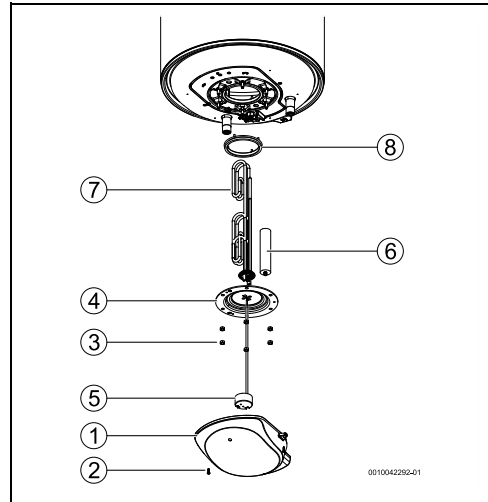

Fig. 11
- ▶ Posicionar o termóstato na posição máxima de temperatura, rodar o seletor de temperatura para a esquerda até ao batente (→ Fig. 11)